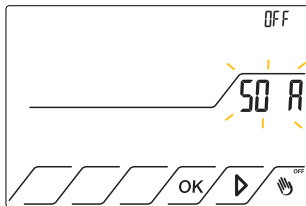

Fig.24
8.2.2 Premere il tasto  fino a far comparire la scritta **SO A** che lampeggia, oltre al suo. Lo stato è in OFF. Fig.24